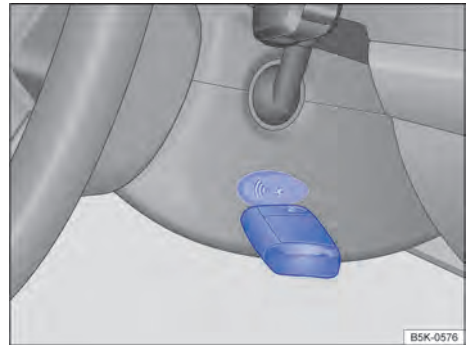

Fig. 94 À direita na coluna de direção: função de partida de emergência em veículos com sistema de travamento e de partida Keyless Access sem chave.
- Manter a chave do veículo diretamente após pressionar o botão de partida à direita da coluna de direção → Fig. 94.